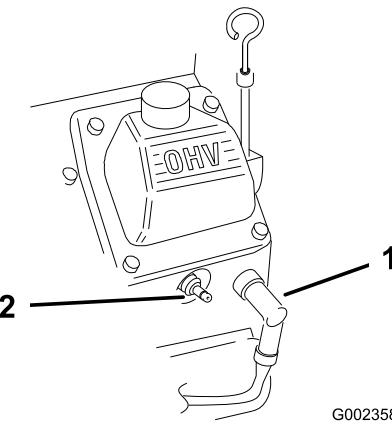

Figura 29
2. Desligue os cabos das velas de ignição (Figura 29).